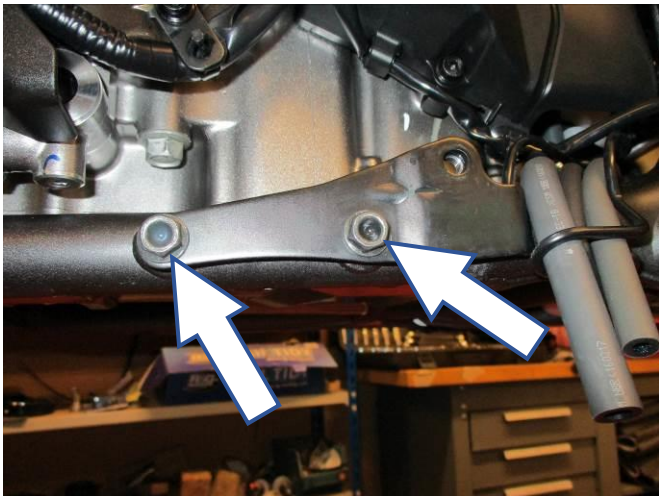

Abbildung 7
- Entfernen Sie die zwei Schrauben, die in **Abbildung 7** mit Pfeilen markiert sind.